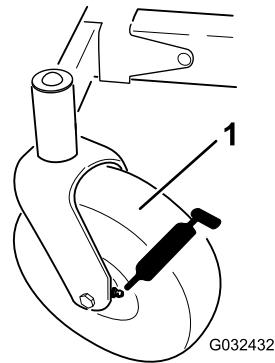

Figura 31
3. Limpie los engrasadores (Figura 31) con un trapo.
4. Conecte una pistola de engrasar a cada engrasador (Figura 31).